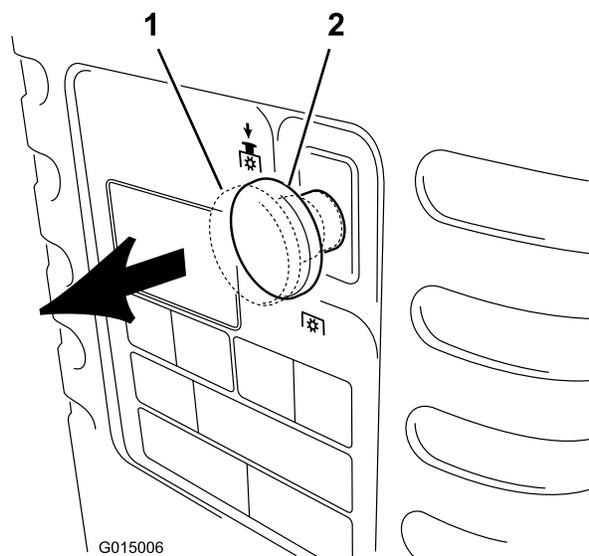

Figura 8
2. Spostate la manopola di comando della lama (PDF) in posizione On (Figura 8).
2. Spingete il comando della lama (PDF) in posizione Off (Figura 8).
- Spingete il comando della lama (PDF) in posizione Off (Figura 8).